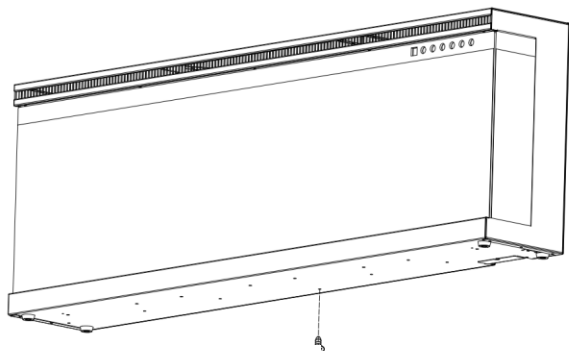

Fig 1-1
A. Die silberne Schraube am Boden des Gerätes entfernen (**Fig. 1-1**). Die Schraube zur Seite legen.